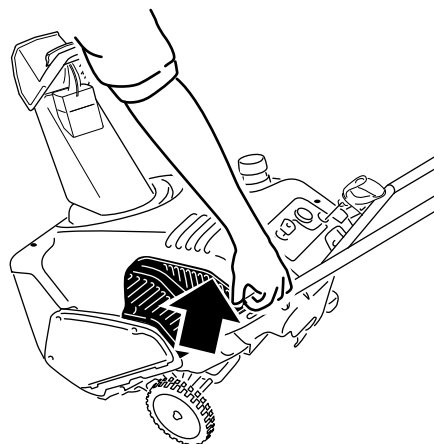

Рисунок 29
4. Поднимите вверх левый задний угол кожуха и вытяните вниз насадку глушителя из отделения двигателя (Рисунок 29).